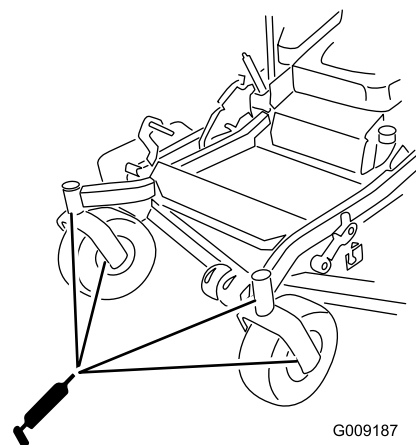

Figure 47
9. Sortez le graisseur Zerk du trou. Remettez le bouchon hexagonal et le capuchon antipoussière en place (Figure 47).